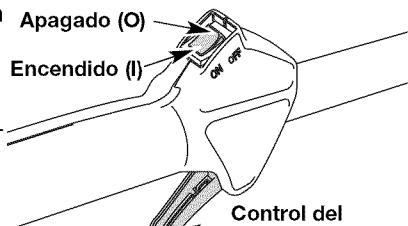

Fig. 2
NOTA: No hay necesidad de girar la unidad. Encendido/de parada el control (Fig. 2) está en la posición de trabajo siempre (I).
- Coloque el control de encendido y apagado en posición de APAGADO (O) (Fig. 2).